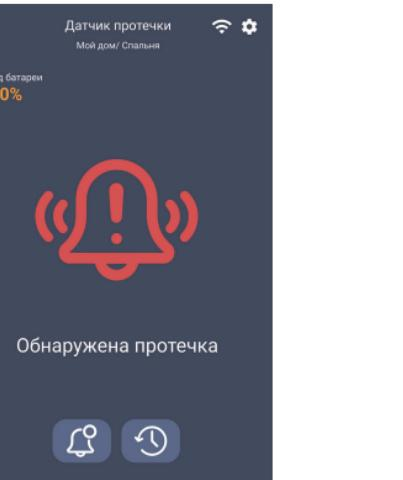

Рис. 5
2. Обнаружена протечка (рис.5).